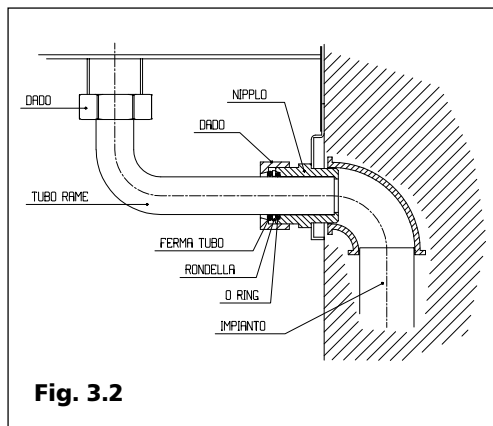

Fig. 3.2
3.6 Collegamento mandata e ritorno riscaldamento (Fig. 3.2)
3.7 Collegamento mandata e ritorno sanitario (Fig. 3.2)